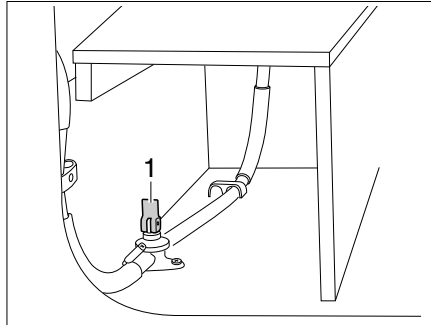

Bild 129 Ablasshahn
- Ablasshahn schließen. Dazu den Kipphebel (Bild 129,1) waagrecht stellen.
- Ablasshahn (Bild 129) öffnen. Dazu den Kipphebel (Bild 129,1) senkrecht stellen. Der Boiler wird über den Ablasshahn nach außen entleert.